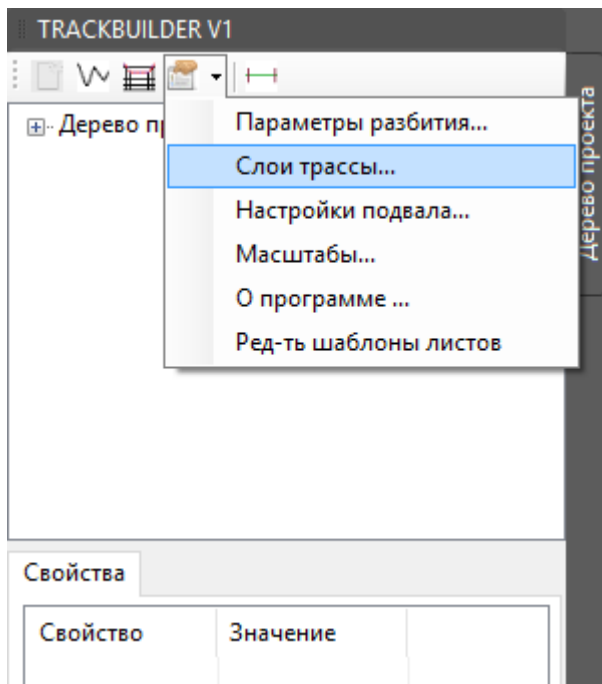

Рисунок 3
Для определения слоёв в настройках **TrackBuilder** следует выбрать пункт «Слой трассы» (см. Рисунок 3)
- **«Формат страниц»** определяет формат листов на которые должна быть разбита трасса. Базу форматов листов возможно пополнять собственными форматами путем изменения файла шаблонов, редактирование которого доступно в настройках TrackBuilder на панели инструментов палитры плагина (см. Рисунок 3) при выборе пункта меню «Ред-ть шаблоны листов». Файл следует изменять путём добавления новых листов, которые и будут являться шаблонами. Следует отметить следующие ограничения оформления шаблона: на листах не должно быть видовых экранов; при необходимости основную угловую надпись следует скопировать из существующих листов файла и отредактировать под свои требования. У блока основной угловой надписи присутствуют два атрибута «Page» и «Pages» которые определяют нумерацию при разбитии трассы на листы.
В соответствии с рисунком Рисунок 3 доступны следующие настройки: